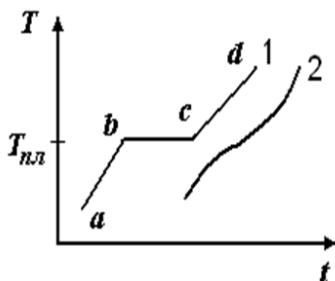

Рис. 30. Кривые нагрева кристаллического и аморфного тел
При нагревании твердые тела плавятся. Кривые нагрева  $T = f(t)$  для кристаллических (1) и аморфных (2) тел отличаются (рис. 30). Участок *ab* – нагревание твердого тела, *bc* – плавление, на этом участке все подводимое тепло